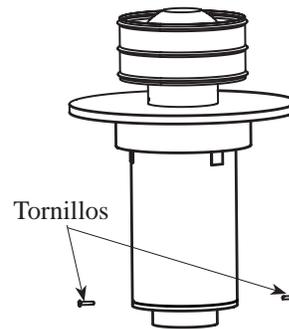

Figura 3: Módulo superior para la chimenea de ventilación para techo
5 Selección del módulo para la chimenea de ventilación para techo. La chimenea de ventilación coaxial para techo está dividida en dos módulos. El módulo inferior (Fig. 4) debe instalarse en el calentador de agua en la fábrica. El módulo superior de la chimenea de ventilación para techo (vea la Fig. 3) debe permanecer en la caja del equipo coaxial y ser enviada dentro de la casa prefabricada para ensamblaje e instalación en la ubicación permanente de la casa (vea la figura 3).
A. Desensamble el módulo superior aflojando los dos tornillos que se muestran en la Figura 3. **NO** extraiga la liga de silicón del tubo de 3 in (7,6 cm); se utilizará para el ensamblaje final en la ubicación permanente de la casa.
C. Vuelva a colocar el módulo superior para la chimenea de ventilación para techo en la caja. Selle la caja con la etiqueta de advertencia de la caja (E) de color anaranjado brillante que se suministra. Asegúrese de que la caja de cartón se envíe junto con la casa prefabricada para el ensamblaje final del sistema de ventilación en la ubicación permanente de la casa.